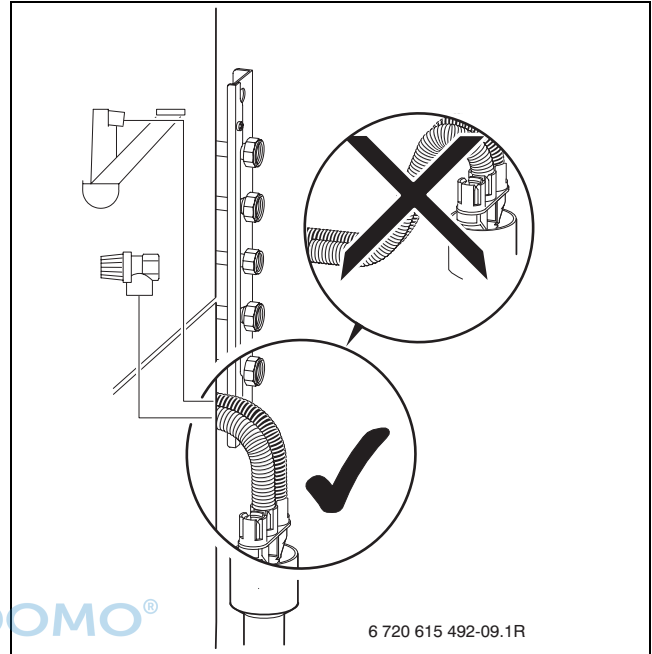

Bild 15
- Schlauch vom Sicherheitsventil an Ablaufgarnitur anschließen (→ Bild 15, Seite 18).